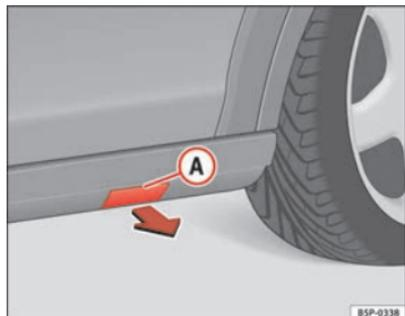

Fig. 172 Sottoporta in plastica con sede per fissaggio del cric
- Togliere il coperchio  per accedere ai punti per il fissaggio del cric del veicolo ⇒ fig. 172.
- Tirare il coperchio e toglierlo dalla sede nel senso indicato dalla freccia ⇒ fig. 172.